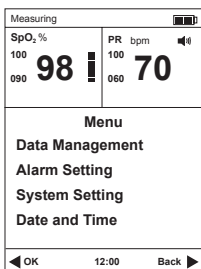

Abb.3.1
1) Halten Sie die Einschalttaste 3 Sekunden lang gedrückt, um das Oximeter einzuschalten. Drücken Sie dann die Menütaste, um das Hauptmenü aufzurufen. Sehen Sie dazu Abb.3.1.